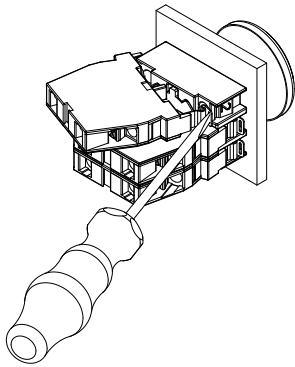
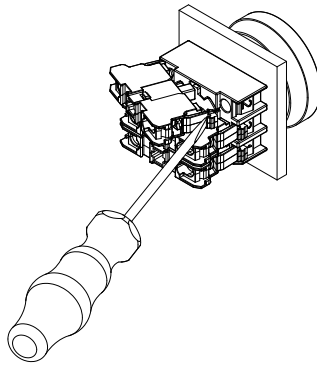

Abb. 8
Abb. 9
1. Demontage der EF-Kontaktelemente erfolgt mit Hilfe eines Schlitzschraubendrehers der Größe 2 (siehe Abb. 8). Demontage der RF-Kontaktelemente erfolgt mit Hilfe eines Schlitzschraubendrehers mit der empfohlen Breite von 5,5 mm (Siehe Abb. 9).